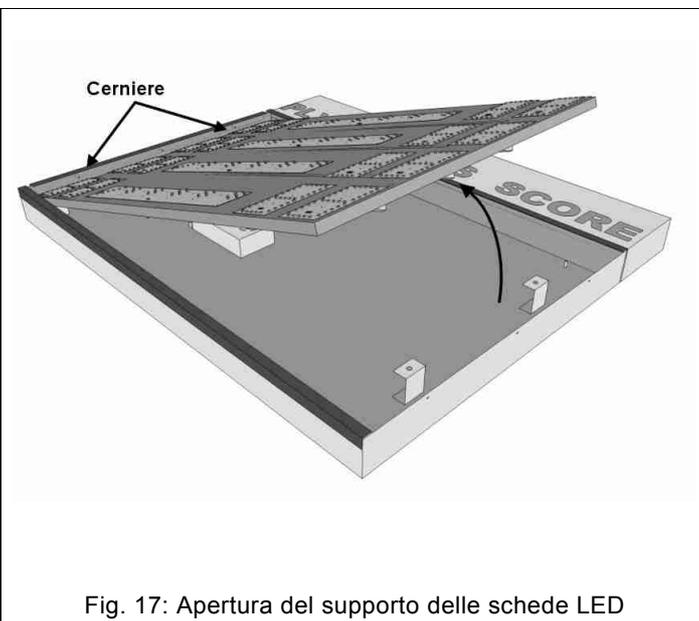

Fig. 17: Apertura del supporto delle schede LED
5. Ruotare il supporto dove sono fissate le schede LED (Fig. 17) facendo perno sulle cerniere del lato sinistro.